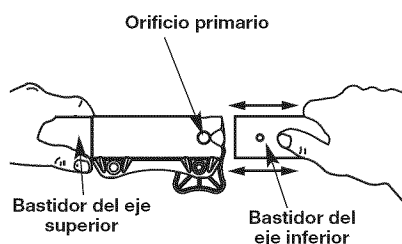

Fig. 3
2. A la vez que sostiene firmemente el accesorio de corte u otro accesorio, empujelo derecho hacia el interior del acoplador Convertible™ hasta que el botón de desconexión encaje sólidamente en el orificio principal (Fig. 3).
3. A la vez que sujeta la caja del eje superior, tire del accesorio de corte o cualquier otro accesorio recto hacia afuera del acoplador Convertible™ (Fig. 3).